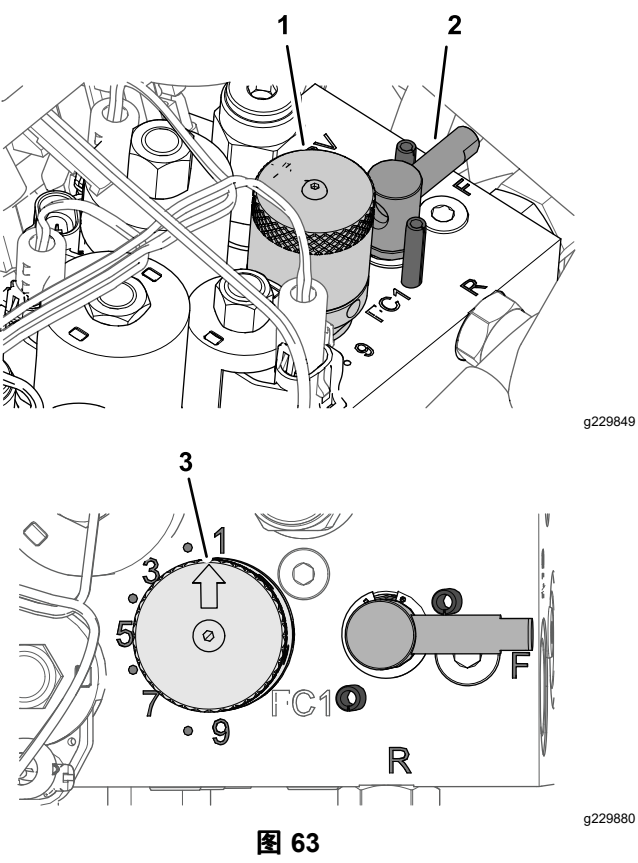

图 63
- 5. 要调节滚刀的速度请旋转滚刀速度控制旋钮图 63直至指示器箭头与在步骤 3 中确定的数字对齐。